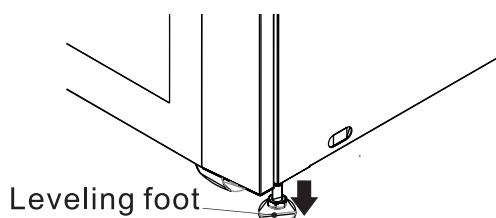

Figura 4.5
- Una vez que el UPS esté en posición final, gire las patas niveladoras en sentido de las manecillas del reloj por debajo del nivel de las ruedas para asegurarla en su lugar (Figura 4.5). No apoye el UPS permanentemente sobre las ruedas.